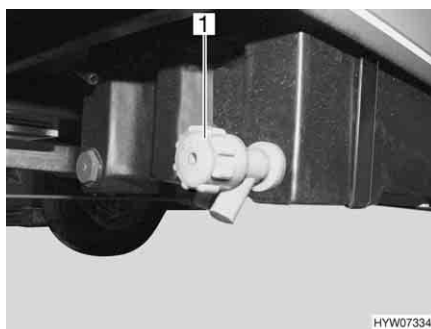

Fig. 103 Rubinetto di scarico per il serbatoio delle acque grigie
- Ruotare il coperchio (Fig. 103,1) del rubinetto di scarico in senso antiorario.
- Ruotare il coperchio (Fig. 103,1) in senso orario. Il rubinetto di scarico è chiuso.